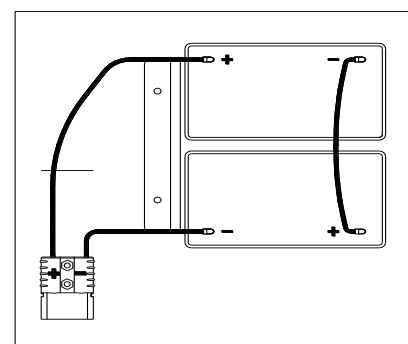

Figure 3
La machine nécessite deux batteries de 12V, connectées selon la Figure 3.
- Ouvrir le couvercle du réservoir de récupération (4) et vérifier si le réservoir de récupération (3) est vide; sinon, le vider avec le tuyau de vidange (15).
- Fermer le couvercle du réservoir de récupération (4).
- Basculer le réservoir de récupération (3) avec précaution.
- Installer le câble de la batterie comme indiqué dans (Figure 3), puis serrer soigneusement l'écrou sur chaque borne de la batterie.
- Abaissier avec précaution le réservoir de récupération (3).